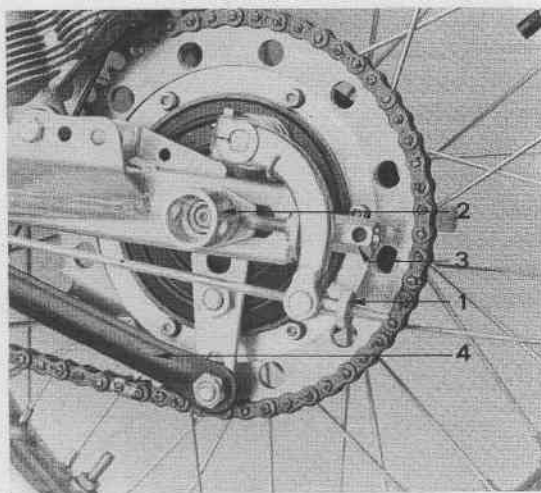

Fig. 39 - Moyeu de roue arrière
- Dévisser l'écrou de la tige filetée permettant le réglage du frein arrière (1 - Fig. 39) puis extraire la tige de la biellette.
- Dévisser l'écrou (2 - Fig. 39) de l'axe de la roue et enlever le moyeu.